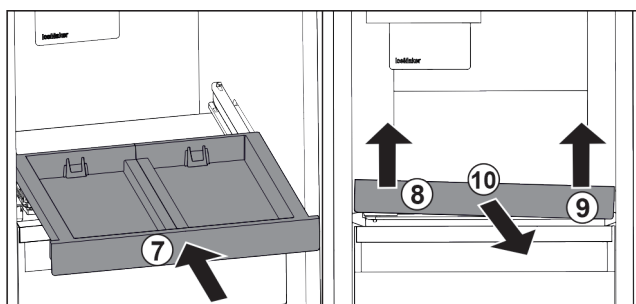

Fig. 91
- ▶ Zasuňte vyťahovaciu poličku. Fig. 91 (7)
- ▶ Nadvihnite vyťahovaciu poličku vpredu vľavo. Fig. 91 (8)
- ▶ Nadvihnite vyťahovaciu poličku vpredu vpravo. Fig. 91 (9)
- ▶ Odoberte vyťahovaciu poličku dopredu. Fig. 91 (10)